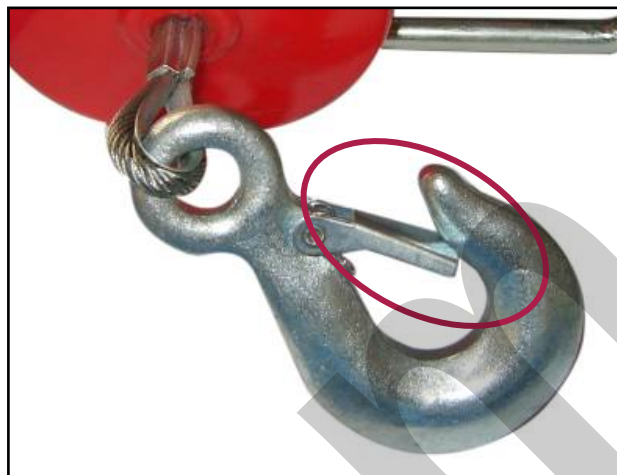

Figura 7 – Dispositivo di chiusura.
- Il **dispositivo di chiusura di sicurezza del gancio**, per impedire che il carico si stacchi per cause accidentali durante l'uso normale (vedere la Figura 7);
Il dispositivo di chiusura di sicurezza del gancio (Figura 7), assicura contro i pericoli dovuti allo sganciamento / distacco del carico, durante le operazioni di sollevamento e/o abbassamento.